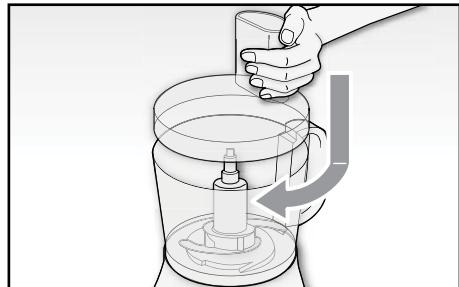

Fig. 7
- Inserire il coperchio (O) sopra la ciotola (P) allineando la tacca presente all'interno della ciotola (P) col simbolo (⇨). Bloccare il coperchio (O) a scatto ruotandolo in senso orario (⇨) (Fig. 7).